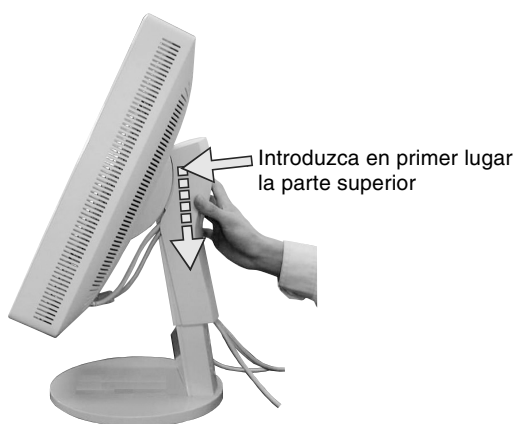
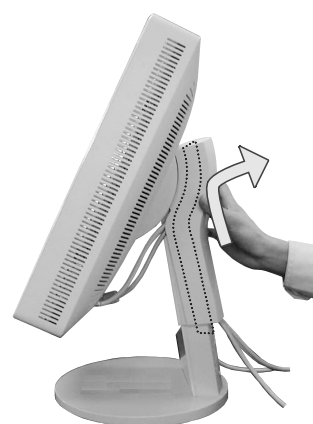

Figura D.1
Figura D.2
13. Sujete firmemente todos los cables y coloque la tapa de los cables sobre el soporte (**figura D.1**). Para quitar dicha tapa, levántela como se indica en la **figura D.2**.